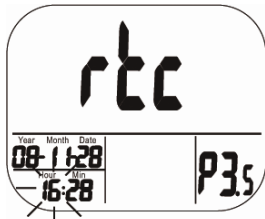

Abb. 16: Einstellung der Stunde (Uhr)
- Speichern Sie Ihre Auswahl mit der SET-Taste. Sie gelangen nun in den P3.5-Modus zur Einstellung der Stunde vor (Abb. 16). Durch Druck auf die ESC-Taste kehren sie in den P3.0-Modus zurück, ohne zu speichern. Nach dem Speichern mit der SET-Taste gelangen Sie in den P 3.6 Modus zur Einstellung der Minuten.